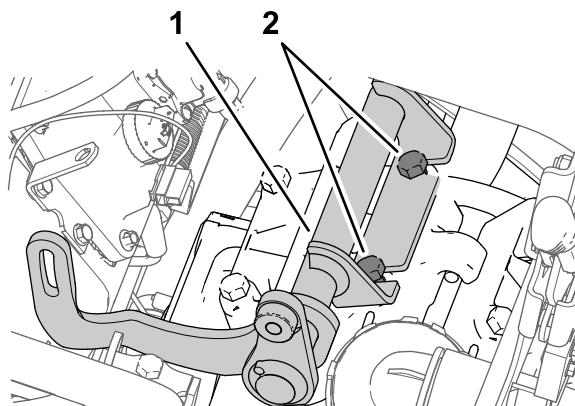

Рисунок 177
2. Установите кронштейн генератора между болтами, ослабленными при выполнении пункта 1, и головкой насоса Рисунок 177.